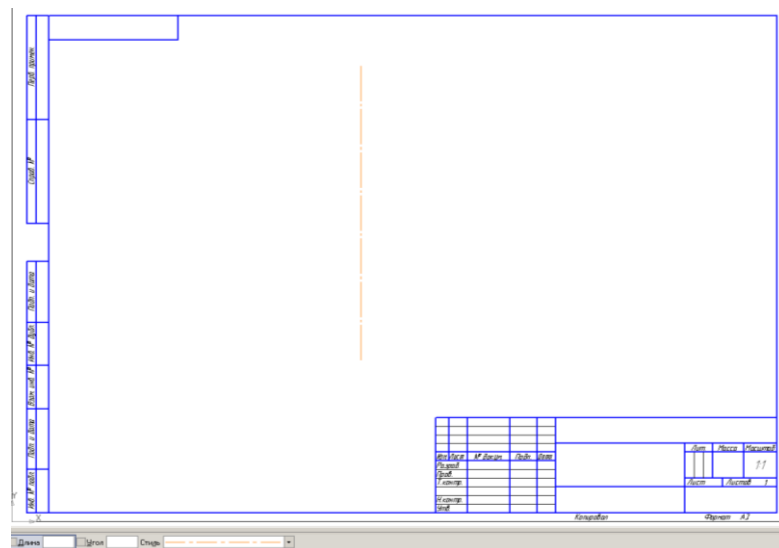

Рисунок 3.3 – Создание осевой линии
3. Подвиньте изображение с помощью кнопки **Показать все (F9)**. Выберите **Отрезок, Стил** – Осева и начертите осевую линию длиной 170мм (рисунок 3.3).